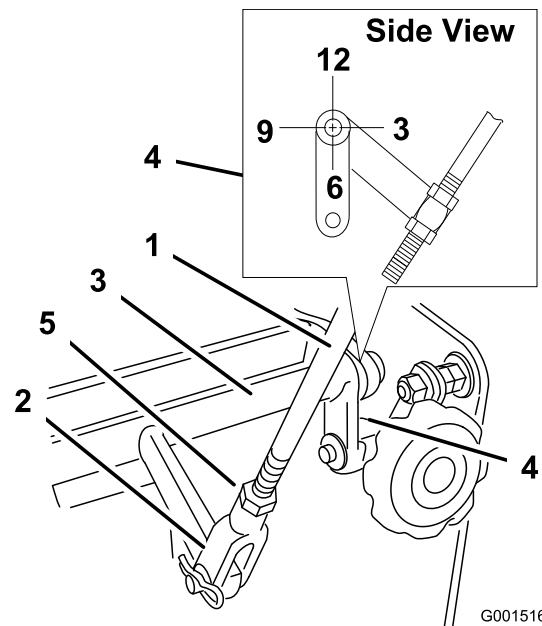

Figura 32
4. Verifique a orientação das patilhas nas extremidades da manivela de controlo da velocidade. Certifique-se de que estas patilhas apontam a direito para a posição das 6 horas, aproximadamente (Figura 32).
5. Ajuste a forquilha roscada na parte inferior da ligação de controlo da velocidade até as patilhas se encontrarem na posição das 6 horas (Figura 32).